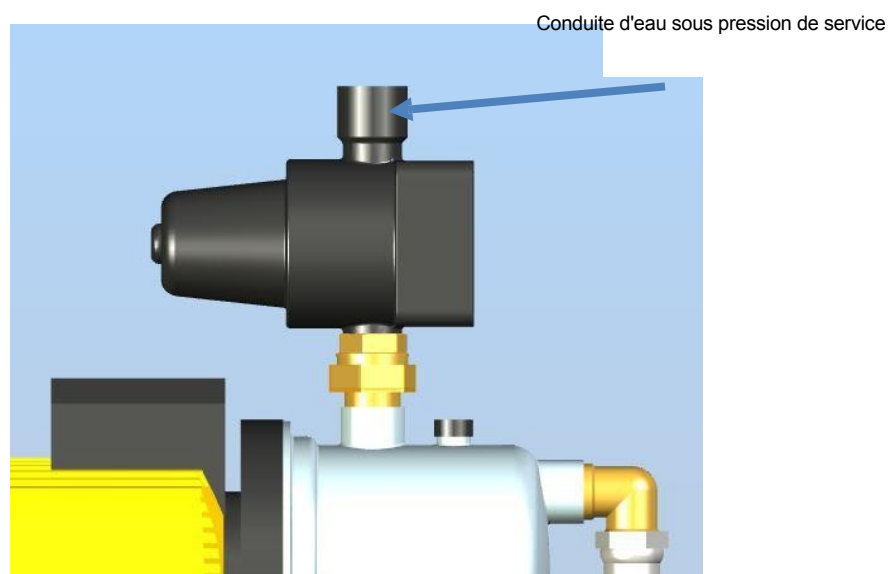

Figure 9 : Raccordement de la conduite d'eau de service sous pression
- 1) Raccorder de manière étanche et solide la conduite de pression à la sortie de pression de l'interrupteur automatique et la faire sortir par le haut, voir figure 9.